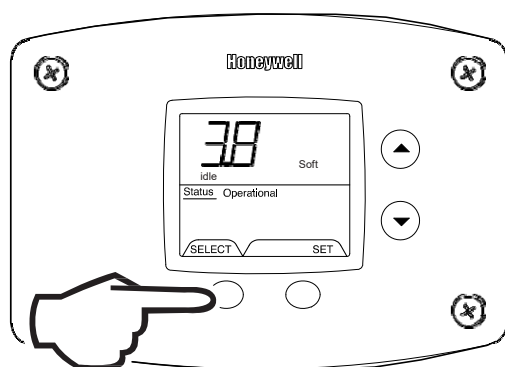

Fig. 49
7. Software Version (Display only) (Fig. 49).